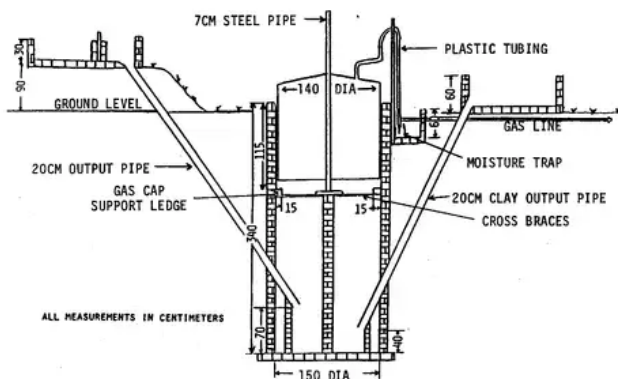

Figure 3. 3-Cubic-Meter Gas Digester
- * Tiene un extremo de la entrada que conduce por tuberías 90cm nivel de superficie y el otro extremo 70cm sobre el fondo del hoyo (vea Figure 3).